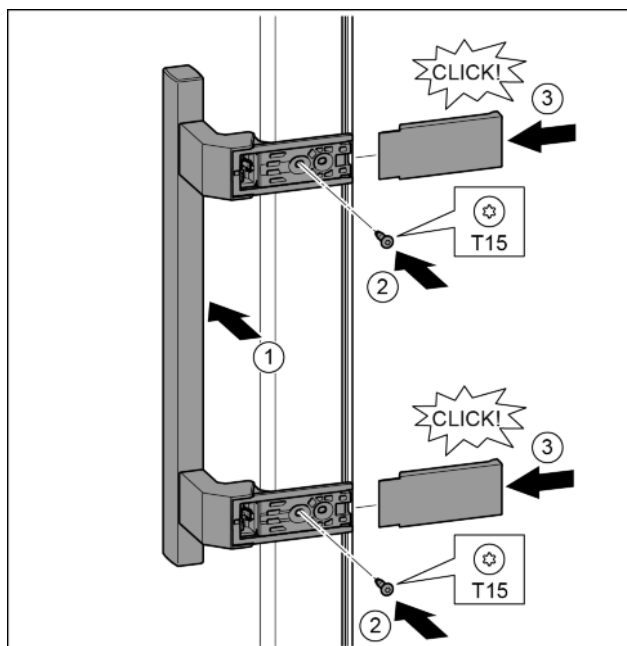

Fig. 33
- ▶ Poser la poignée sur le côté opposé. Fig. 33 (1)
- ▶ Serrer les vis avec un tournevis T15. Fig. 33 (2)
- ▶ Mettre en place les caches latéralement et les enfiler. Fig. 33 (3)